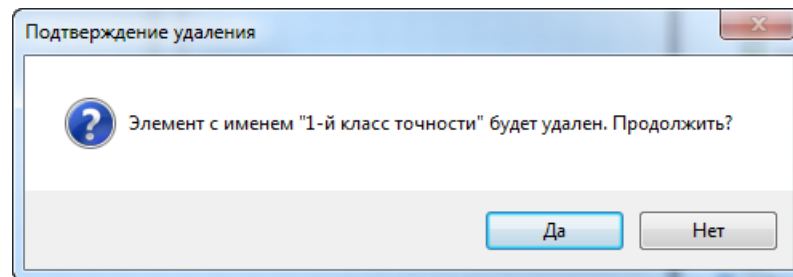

Рис. 101 Подтверждение удаления
3. В окне «Подтверждение удаления» нажмите «Да» для подтверждения удаления атрибута, либо «Нет» для отмены действия, Рис. 101.